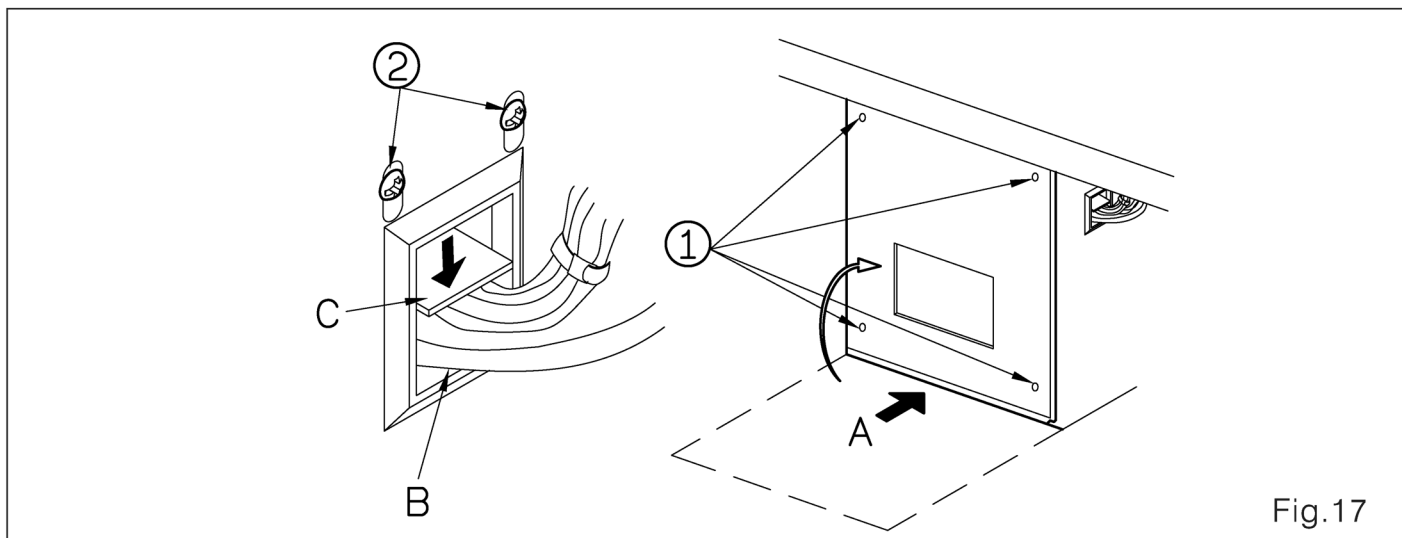

Fig.17
2. Tenha cuidado para não fazer com que o cabo da tampa lateral e da caixa elétrica sejam presos de forma errada. Pressione e desligue a base A da tampa lateral, então aperte os 6 parafusos ①. (Fig.17)
3. Abaixando a posição, pressione o cabo na lateral da caixa elétrica então pressione a placa do cabo C do buraco da prensa B. Pressione o cabo e aperte o parafuso ②. (Fig.17)